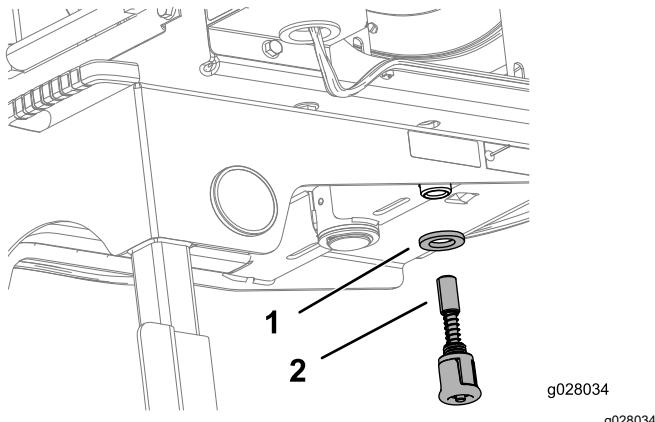

Bild 23
- 6. Bringen Sie die Scheibe und den Federstift an der Unterseite des Schlauchtrommelrahmens an (Bild 23).